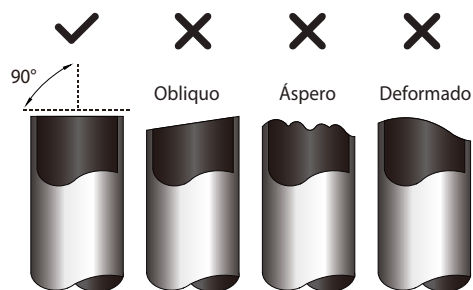

Fig. 7.1
3. Corte o tubo com um ângulo perfeito de 90°. Veja a Fig.7.1 para maus exemplos de corte.